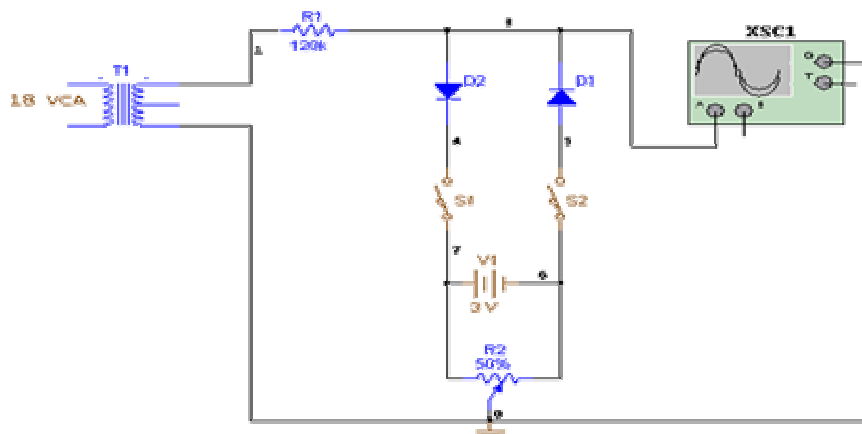

Figura 2
- a) Construya el circuito Recortador Polarizado en paralelo que se muestra en la figura 2.